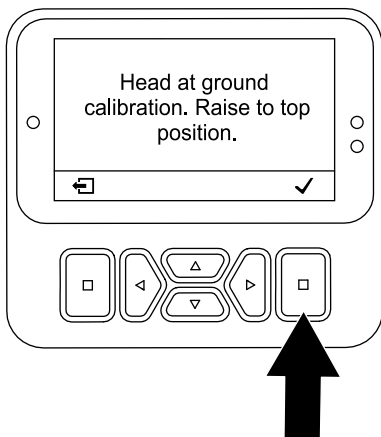

Figura 108
- Si los taladros comienzan a penetrar el suelo – pulse el botón de selección (Figura 108) y ejecute la aplicación TEACH GROUND HEIGHT (Enseñar altura con respecto al suelo); consulte Ejecución de la aplicación Teach Ground Height \(página 40\).